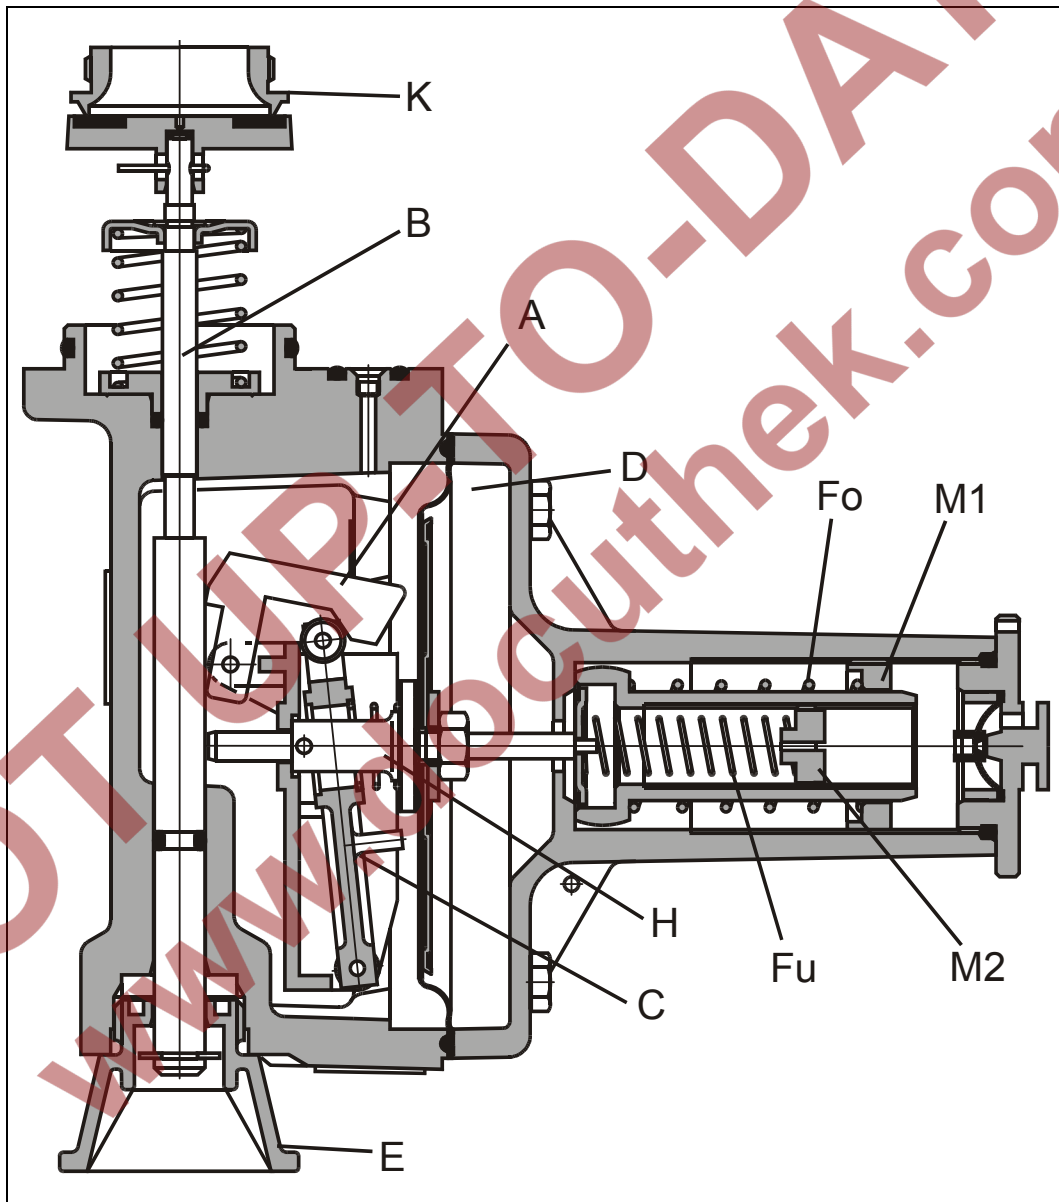

Bild 2-10, SAV - unterer Abschaltpunkt
Fällt der Ausgangsdruck p_d des Regelgerätes unter den Wert der von der kleinen Einstellfeder (F_u) vorgegebenen Kraft, so drückt diese den Membranhalter (H) mit der Schaltwippe (C) nach links, siehe Bild 2-10. Der Schalthebel (A) klinkt aus und gibt die vorgespannte Sperrfeder an der Ventilstindel frei. Der Ventilteller verschließt den Eingang (K) des Gas-Druckregelgerätes.